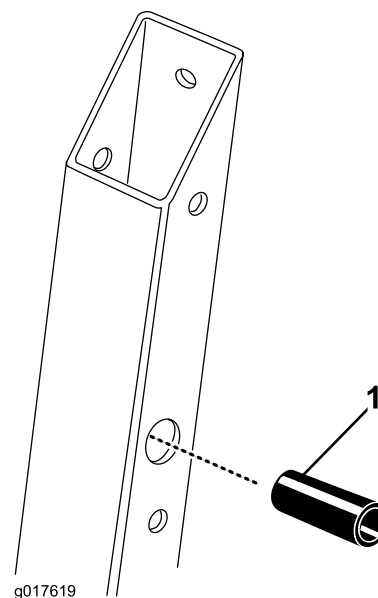

Figura 3
1. Inserite il distanziale cilindrico nei fori del perno di entrambi i supporti roll bar (Figura 3).